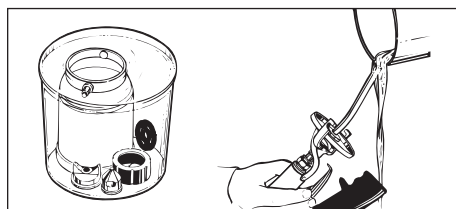

Figura 12 - Limpeza das peças do revólver pulverizador
3. Coloque o anel de retenção, tampa de ar, o anel de fluxo de ar e o recipiente de tinta em um balde ou outro recipiente adequado. Encharque em um solvente adequado, ou em água e detergente se tiver sido usado látex. Para limpar o revólver, despeje o solvente pelo tubo do material até que a solução saia limpa (Veja a Figura 12).